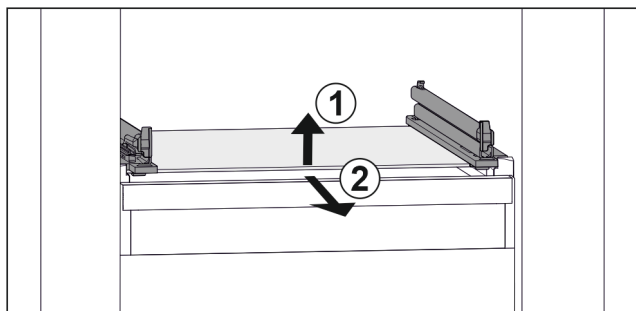

Fig. 140 Simbolična slika steklene plošče
- ▶ Stekleno ploščo dvignite v smeri naprej. Fig. 140 (1)
- ▶ Stekleno ploščo odstranite v smeri naprej. Fig. 140 (2)